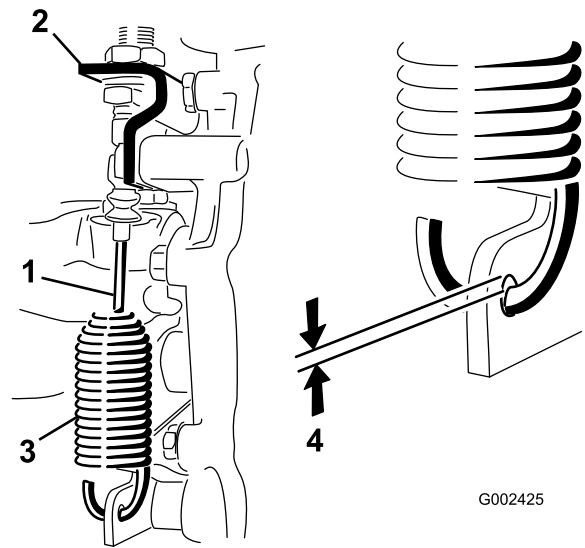

Bild 44
2. Lösen Sie die Klemmmuttern, mit denen das Differenzialsperrkabel am Getriebe befestigt ist (Bild 44).